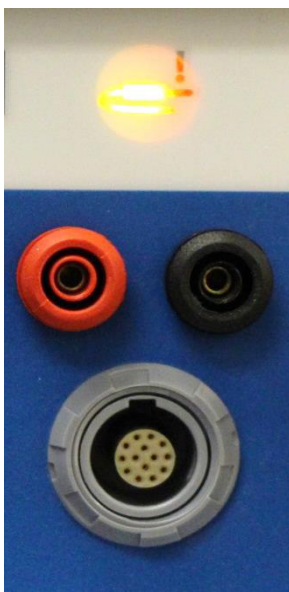

Figura 15
6. Indicatorul SONDEI, indicată mai sus, la Figura 15, se va stinge dacă SONDA funcționează corect, iar temperatura ambiantă aproximativă va fi indicată pe afișajul de temperatură [de obicei între 10°C (50°F) și 25°C (77°F)]. Un exemplu în acest sens este prezentat în Figura 17.